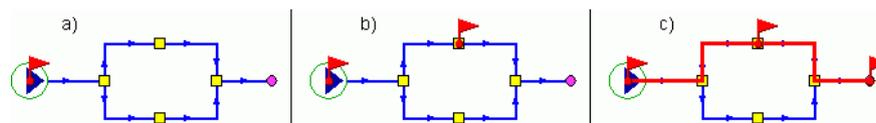

Рисунок 17.2. Построение пьезометрического графика
2. Подведите курсор мыши к начальному объекту (например, к насосу) и нажмите левую кнопку мыши, после чего на выбранном объекте будет установлен красный флажок (смотрите Рисунок 17.2, «Построение пьезометрического графика»а);
3. Щелчком левой кнопкой мыши поставьте флажок на конечном объекте (например, проблемном потребителе). При существовании нескольких маршрутов до конечного узла (в кольцевых сетях) установите флажки на промежуточных узлах сети (смотрите Рисунок 17.2, «Построение пьезометрического графика»б). Также можно указать участки, по которым не будет проходить маршрут. Для этого, удерживая клавишу Ctrl, щелкните левой кнопкой мыши по тем участкам, по которым не будет проходить маршрут, они отметятся красным крестиком;
4. Подведите курсор к конечному узлу и установите флажок двойным нажатием левой кнопки мыши, в результате на конечном узле будет установлен флажок, а выбранный маршрут для построения графика высветится красным цветом (смотрите Рисунок 17.2, «Построение пьезометрического графика» с);